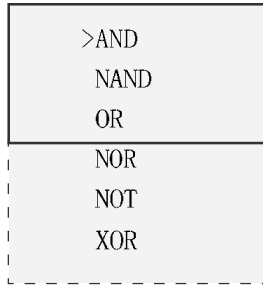

图 4.6 选择功能块
Edit PRG 选单画面如图 4.6 所示，选择功能块。
使用者可用『↓』及『↑』键来移动左方“>” 箭号来选择功能块 (FB) 选定某个功能块后按下『OK』键，将显示如图 4.6 所示之功能块设定画面 (注：请参阅第三章之功能块规格。) 该菜单包含以下功能块：AND、NAND、OR、NOR、XOR、NOT、RS、UCN、DCN、PLR、MPLR、CPG、RPR、DPR、DDR、CW、TEL、PLAY、MR，AN (仅 D/GD 型的 FAB 产品具有)。